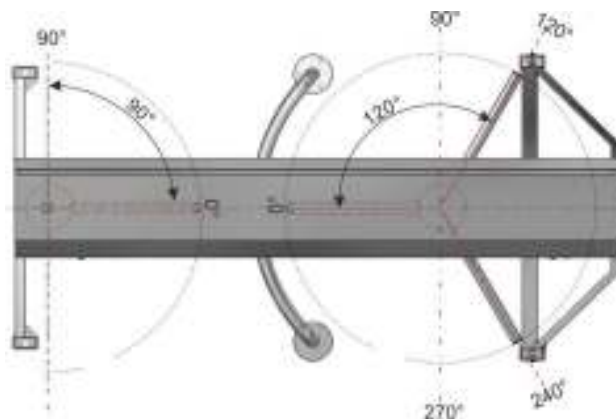

Рис.16 – Ротор та хвртка турнікету в нульовому положенні
- 3) Встановити ротор у нульове положення (див. рис.16);